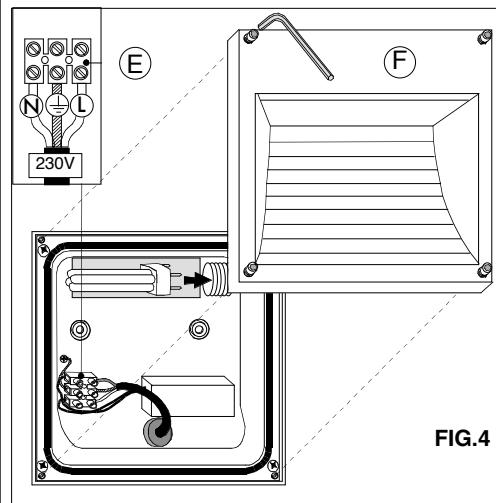

FIG.4
- Collegare il cavo di rete al morsetto **E** rispettando lo schema illustrato.(FIG.4)
- Inserire la lampadina e bloccare il coperchio **F** con le apposite viti.(FIG.4)
- Connect the feed cable to the clamp **E** respecting the scheme.(FIG.4)
- Insert the lamp and block the cover **F** with the screws.(FIG.4)
- Connecter le cable d'alimentation au borne **E** suivant le schéma.(FIG.4)
- Insérer la lampe et bloquer le couvercle **F** avec les vis.(FIG.4)
- Das Speisekabel mit der Klemme **E** gemäss dem Schema verbinden.(FIG.4)
- Die Lampe einsetzen und den Deckel **F** mit den Schrauben festmachen.(FIG.4)